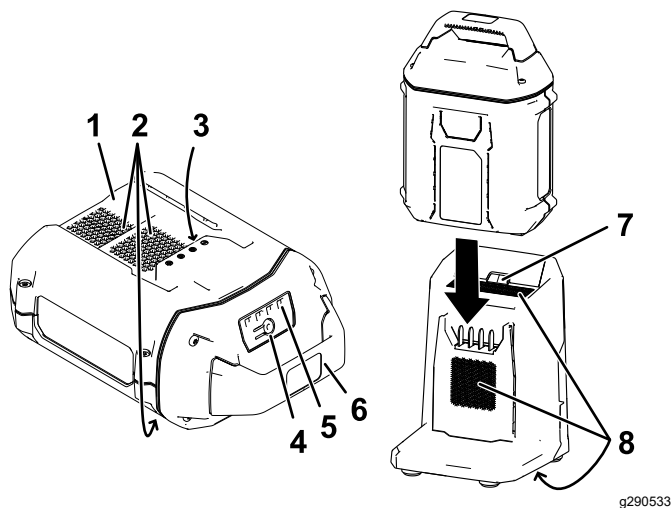

Рисунок 16
2. Совместите выемку на аккумуляторной батарее (Рисунок 16) с выступом на зарядном устройстве.
3. Вставьте аккумуляторную батарею в зарядное устройство до полной посадки (Рисунок 16).